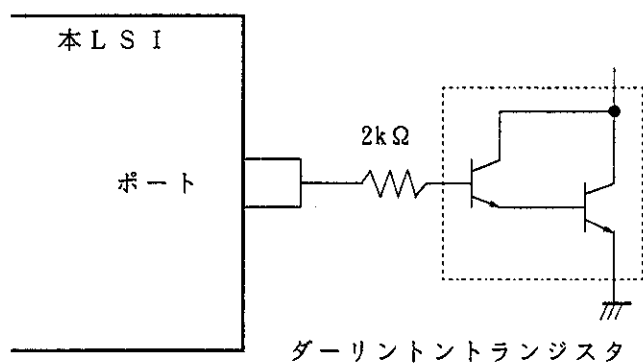
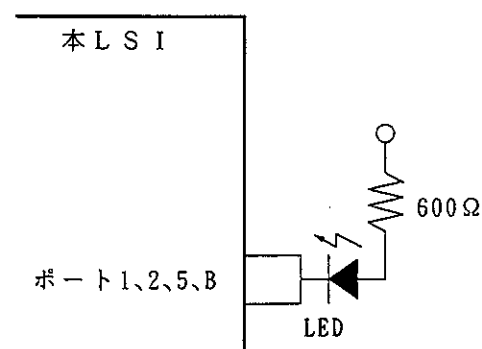

図21.4 ダーリントトランジスタ駆動回路例
図21.5 LED駆動回路例
2. ダーリントトランジスタや、LEDを直接駆動する場合には、図21.4、図21.5に示すように、出力に必ず電流制限抵抗を挿入してください。